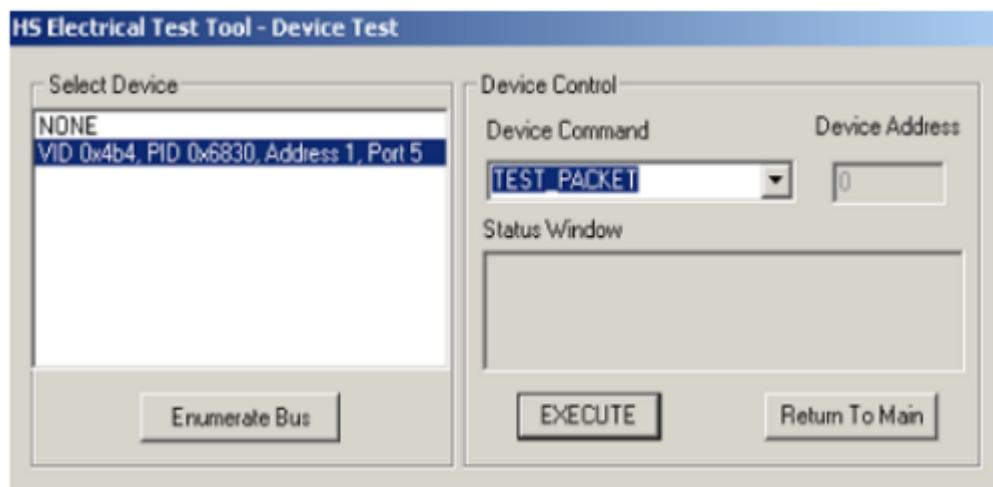
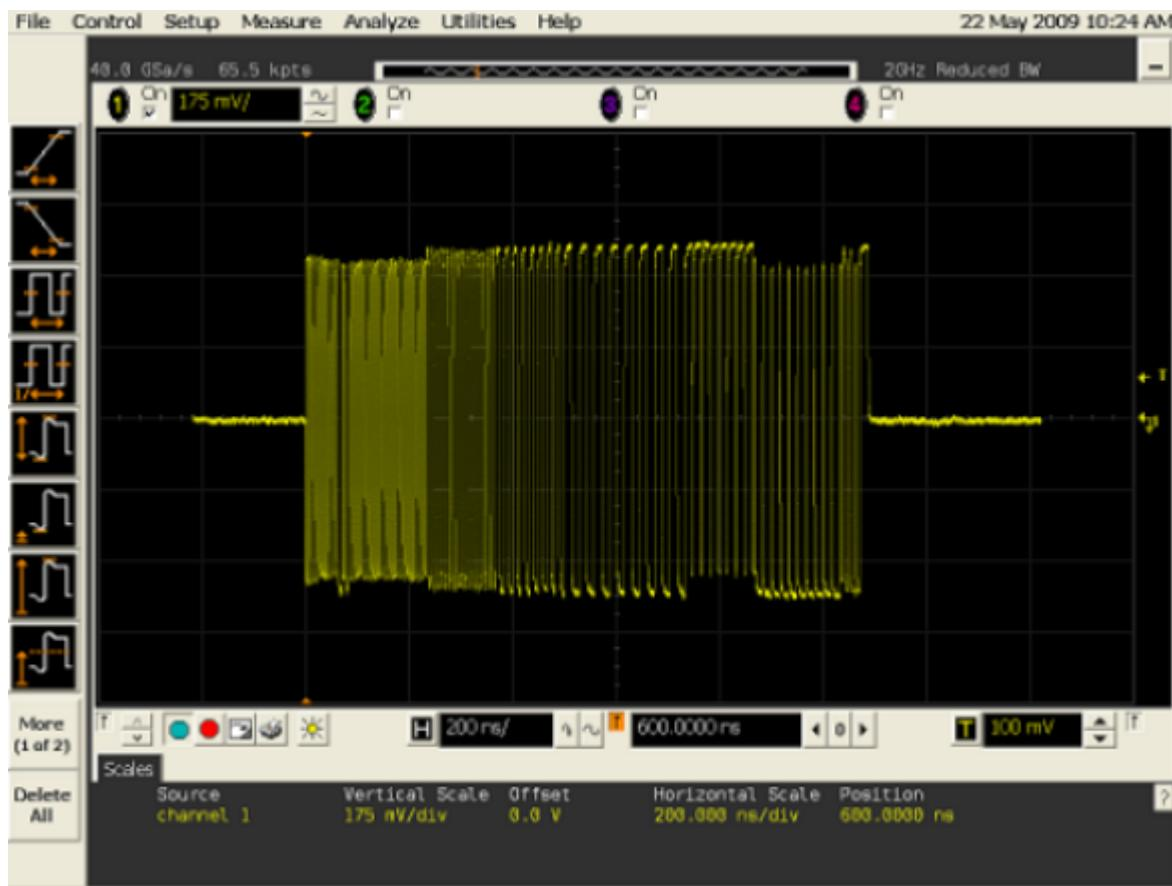

图1-2 选择测试设备和测试命令
图1-3 测试波形
3. 如图 1-2 所示，选择要测试的设备和测试命令“TEST PACKET”，然后点击“EXECUTE”按钮所示，执行完上述操作后，USB控制器就会自动进入Test Packet Mode，并连续发送周期性的测试包，测试波形如图 1-3 所示：
- 从示波器上观察是否有检测到如图1-3的周期性测试波形
- 如果没有图1-3的周期性测试波形，可能是测试命令没有执行成功或者测试命令有误